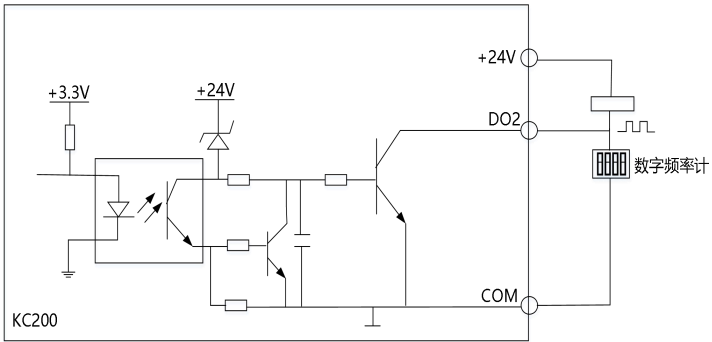

图 3-14 输出端子 DO2 连接方式 1
3. DO2 用作数字脉冲频率输出，可使用变频器内部的 24V 电源，接线方式请参见图 3-14。